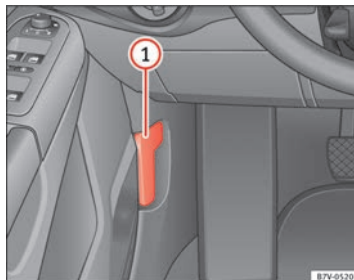

Fig. 169 Nel vano piedi, sul lato del conducente: Leva per l'apertura del cofano del vano motore.
- Tirare la leva di sbloccaggio nella direzione indicata dalla freccia ⇒ **fig. 169**. Per la reazione della molla, il cofano del vano motore si apre scattando dall'elemento di blocco del corpo portaserratura ⇒ .